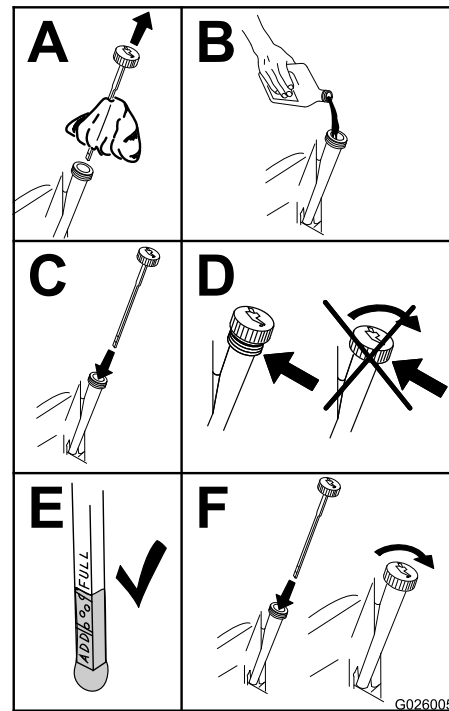

Figure 33
- Versez lentement environ 80 % de l'huile spécifiée dans le tube de remplissage, puis faites l'appoint lentement pour faire monter le niveau jusqu'au repère maximum (**Full**) (Figure 33).